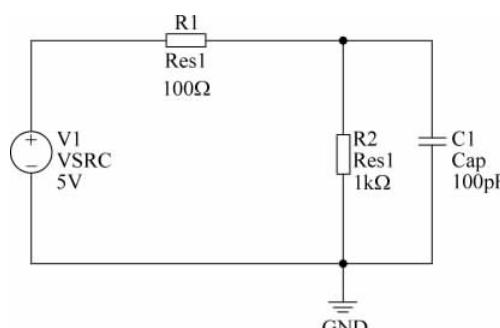

图 3-8 修改完所有的参数
③ 单击 OK 按钮，关闭该界面。如图 3-8 所示，修改剩下的电路元器件参数，以满足仿真条件。